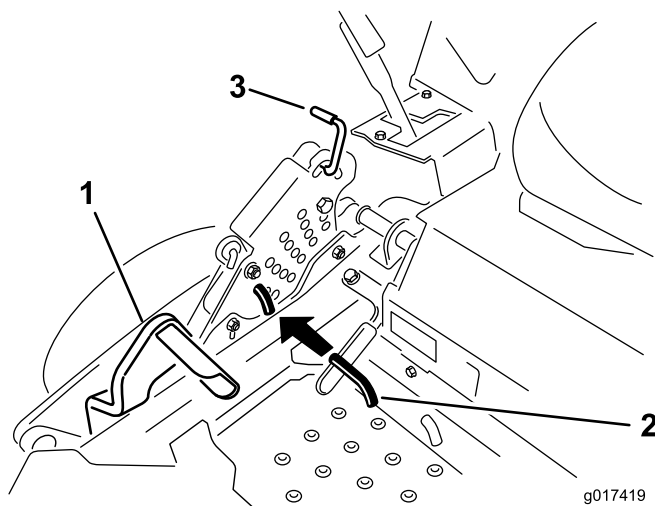

Figura 69
5. Premete completamente in avanti il pedale di sollevamento del piatto di taglio e quest'ultimo si bloccherà in posizione di trasporto a 14 cm (Figura 69).